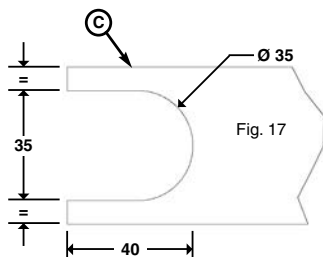

Fig. 17
- Lavorare il traverso inferiore **C** secondo lo schema indicato dal lato della bandiera (Fig. 17).